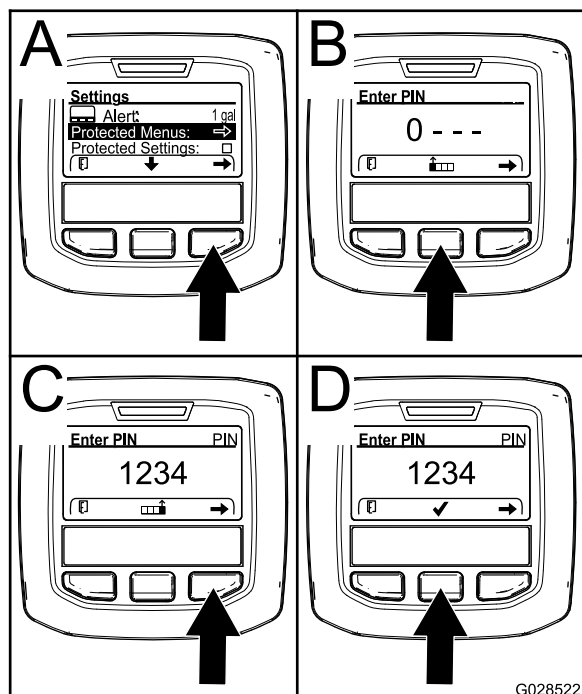

Рисунок 9
позиции PROTECTED MENU (Защищенные меню) и нажмите правую кнопку (Рисунок 9А).
- Чтобы ввести ПИН-код, нажмите среднюю кнопку и удерживайте ее в нажатом положении до появления первой цифры, затем нажмите правую кнопку, чтобы перейти на следующую цифру (Рисунок 9В и Рисунок 9С). Повторяйте этот пункт до тех пор, пока не будет введена последняя цифра, затем нажмите правую кнопку еще раз.